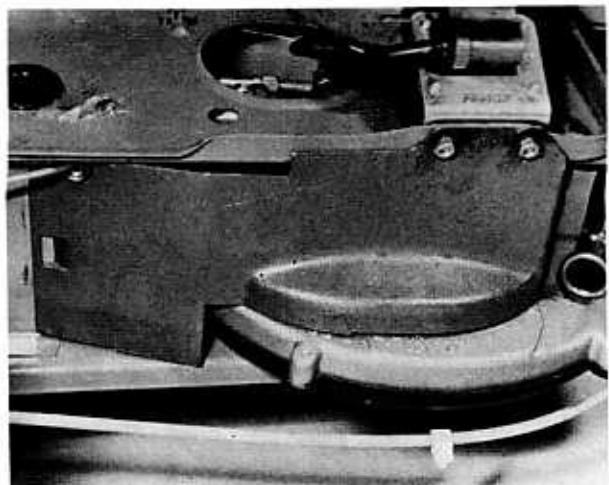

Bild 14
- Die Befestigungsschrauben der Zündspule entfernen (Bild 14). Die Zündspule sitzt beim Modell Ciao unter dem Motor oder unter einer der beiden Kunststoffverkleidungen, beim Modell Bravo unter dem rechten Seitendeckel. Die Zündspule muss wie der Vergaser festgebunden werden. Am Modell Bravo das Stahlschutzblech unter dem
Motor zwischen den beiden Motorträgern ausbauen (Bild 14).